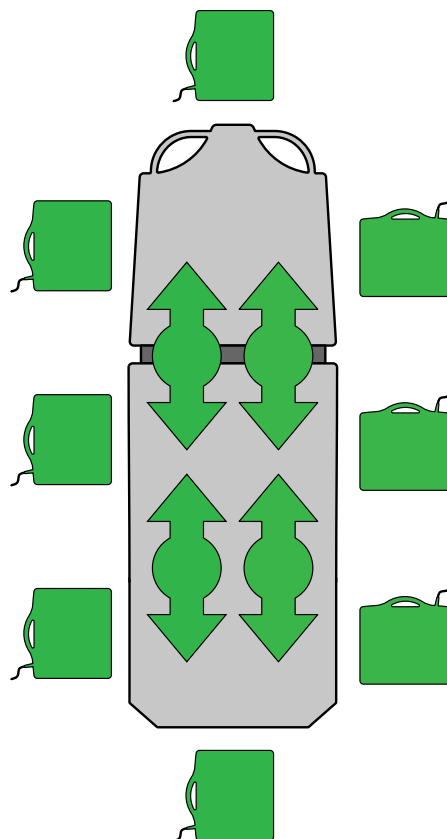

**Figura 21 – Inserção ou remoção de cassetes de raios X**
1. Centre o doente no produto com as etiquetas de indicação da posição situadas em todos os lados do produto (Figura 21).